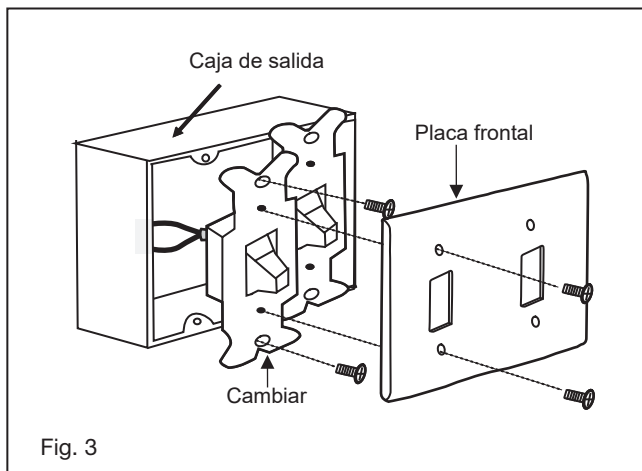

Fig. 3
- 2 Realice las conexiones de cables desde el ventilador hasta la unidad receptora. Para este paso utilice el haz de 5 cables del receptor. (Fig. 3) Conecte el cable MARRÓN del ventilador al cable MARRÓN del receptor. Conecte el cable GRIS del ventilador al cable GRIS del receptor. Conecte el cable neutral NARANJA del ventilador al cable neutral NARANJA del receptor. Conecte el cable neutral BLANCO del ventilador al cable neutral BLANCO del receptor. Conecte el cable neutral AZUL del ventilador al cable neutral AZUL del receptor. Conecte el cableado del techo a la unidad receptora. (Use el paquete de 2 cables en el receptor). Asegúrelo con las tuercas para cables provistas. Conecte el cable NEGRO de suministro del edificio al cable NEGRO del receptor. Conecte el cable neutral BLANCO del receptor al cable neutral BLANCO del edificio.
- 1 Retire la placa de pared existente y el interruptor antiguo de la caja de salida de pared. (Fig. 3)